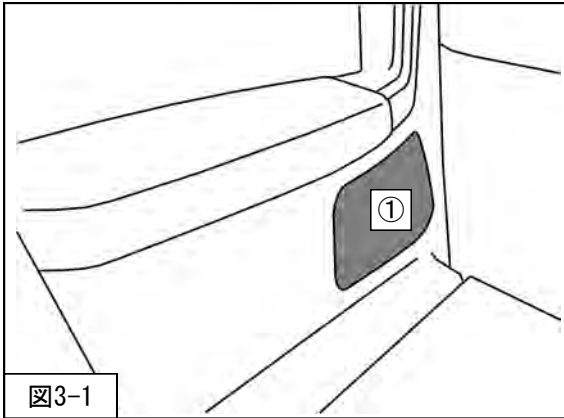
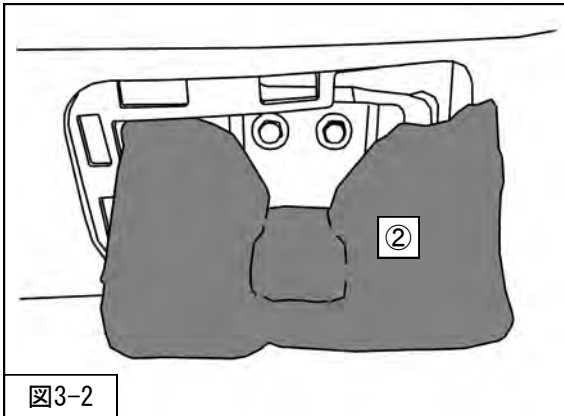

図3-1
図3-2
2. ①内装を取外してください。(図3-1)
3. ②吸音材を引き出してください。(図3-2)
を取付けてください。（図3-2・図3-1）
本製品は、フロントサスペンションASSYがストラットタイプ、リアサスペンションASSYが標準タイプとなっています。リアの減衰力調整は、減衰力調整ケーブル（同梱品）を取付け、内装を取外して行ってください。（図3-1）